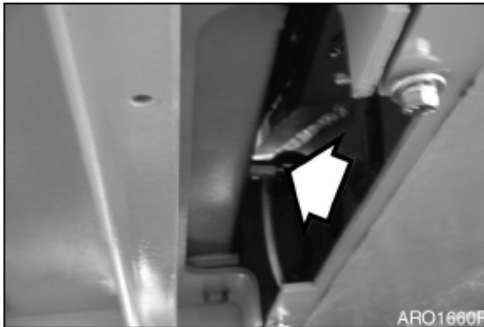

Figura 72
2. Coloque un recipiente bajo el radiador y abra la válvula de drenaje (Figura 72).